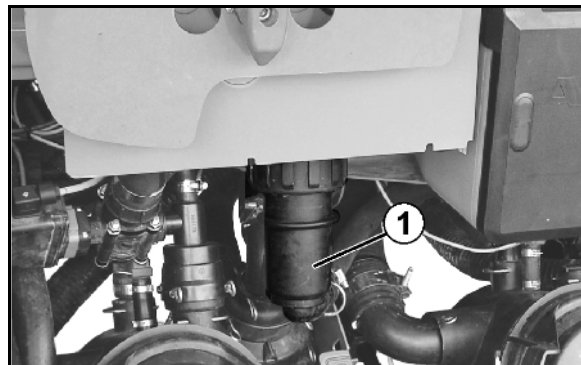

図 120
2. 圧力フィルター (図 120/1) を取り外して、水で洗います。